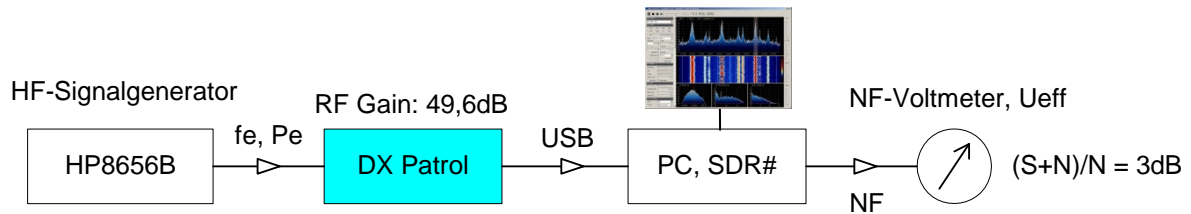

Bild 3: Messaufbau für Empfindlichkeitsmessung
Als Maß der Empfindlichkeit ist das Grundrauschen des Empfängers definiert. Legt man ein HF-Signal an den Empfängereingang, dessen Pegel das Empfängerrauschen um 3dB anhebt, dann entspricht die Leistung des HF-Signals nach $(S+N)/N=2$ der des Grundrauschens (N) und es gilt $S=N$. Den Messaufbau zeigt **Bild 3**. Zunächst stellt man den NF-Ausgangspegel (Rauschen, Ueff) ohne Signal am